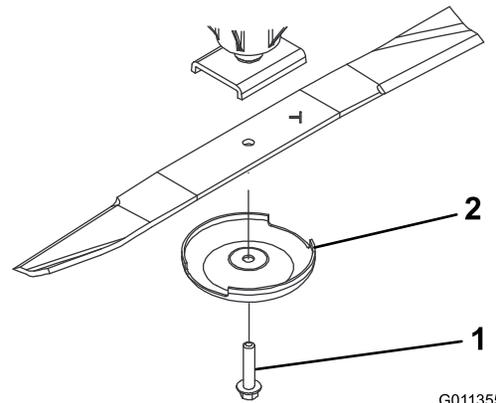

図 74
3. スピンドルのシャフトからブレードボルト、芝削り防止カップ、ブレードを取り外す図 74。